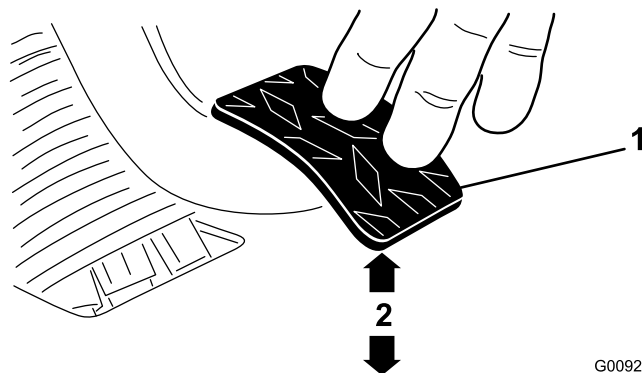

图60
3. 调节锁紧螺母或球窝接头，直至当向踏板施加 1.8kg 的力时，离合器踏板后边缘到菱形花纹底板顶部的距离达到 9.2~9.8cm 的空隙（图60）。